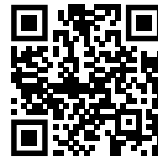

Fig. 122
- ▶ Ανοίξτε το Liebherr SmartMonitoring Dashboard. (βλέπε Fig. 122)